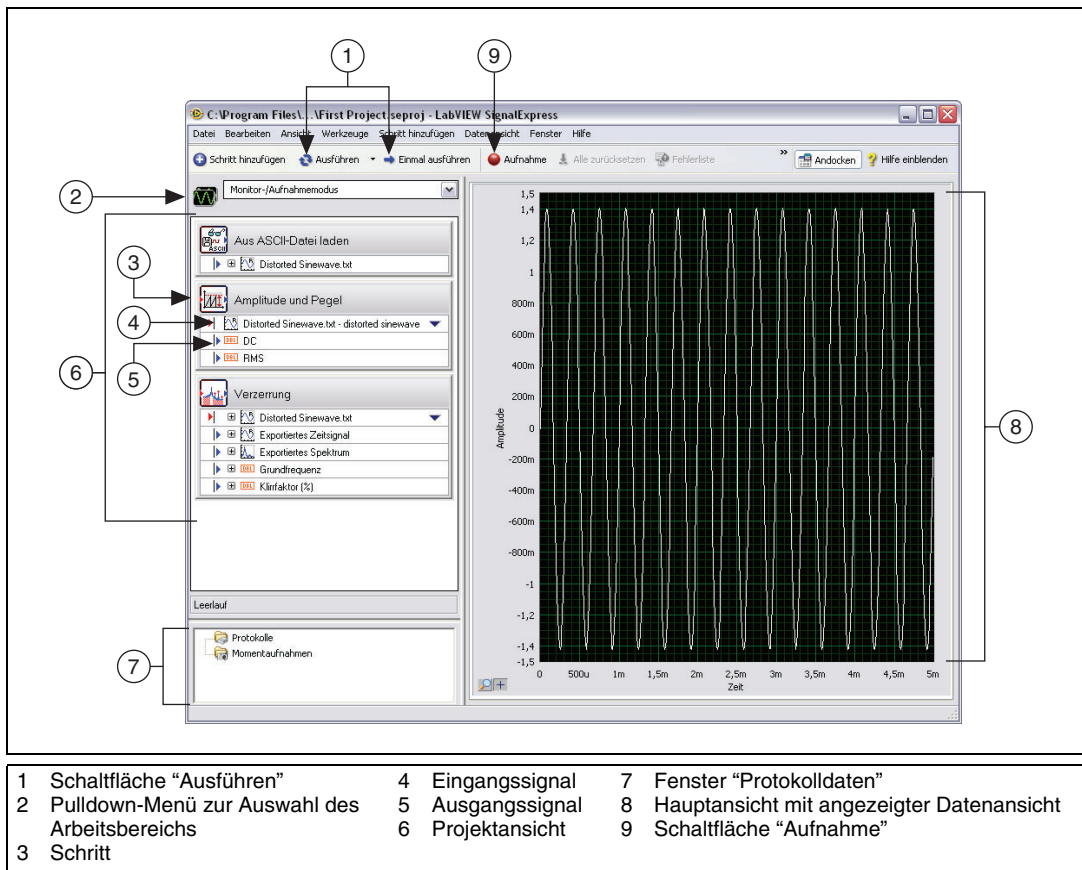

Abbildung 2-1. First Project.seproj
4. Sehen Sie sich in Ruhe den Aufbau von LabVIEW SignalExpress an (siehe Abbildung 2-1; die Kontexthilfe ist hier ausgeblendet).